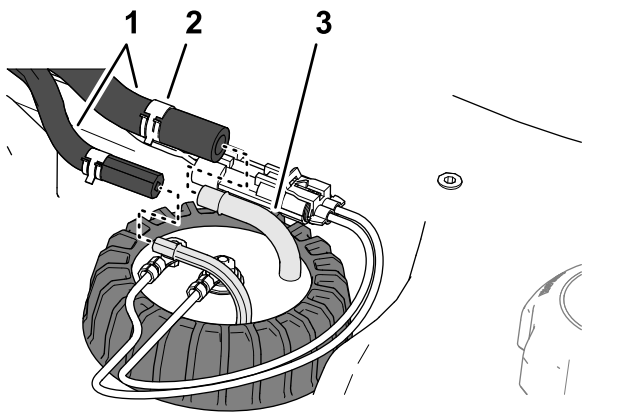

Рисунок 92
5. Установите шланг на штуцеры датчика уровня топлива и прикрепите шланги к штуцерам с помощью зажимов (Рисунок 92).